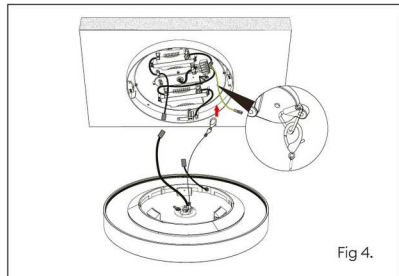

Fig 4.
- Hold the main down light section to the base section, connect the security cable, connect the earth and 2x LED cables, taking care to match up the labels on the LED cables. (fig 4)
- Appliquez la partie basse à la base, connectez le câble de sécurité, connectez le fil de terre et les 2 fils LED, en prenant soin de faire correspondre les marques sur les fils (fig. 4).